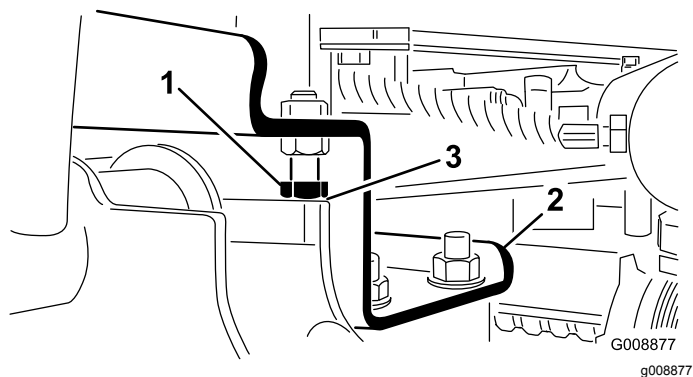

Рисунок 26
- A. Ослабьте затяжку фиксирующих болтов и отрегулируйте цилиндр, чтобы получить нужный зазор (**Рисунок 26**).
2. Проверьте, чтобы зазор между каждым подъемным рычагом и фиксирующим болтом составлял от 0,13 до 1,02 мм (**Рисунок 26**).